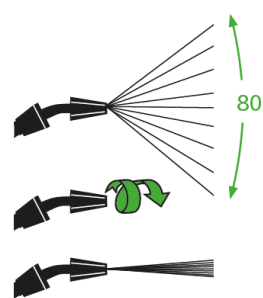

Fig. 4b
- È possibile regolare il getto ruotando l'ugello di spruzzatura (10). Fare riferimento alla Fig. 4b.
- Rilasciare sia il grilletto (17) che il blocco grilletto sull'impugnatura (16) per interrompere la spruzzatura.